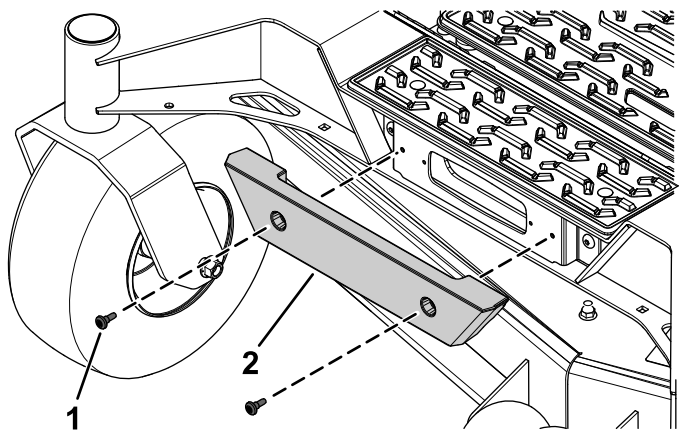

Figura 1
1. Retire los 2 tornillos torx que sujetan el parachoques delantero (Figura 1).
2. Retire el parachoques delantero (Figura 1).